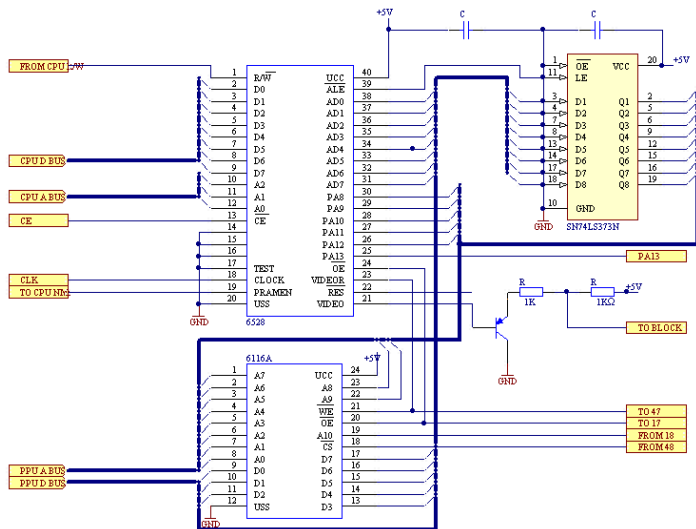

图 15-24 完成连线后的图像处理器子原理图
Step3 设置各元件属性，然后合理布局，最后进行连线操作。完成连线后的图像处理器子原理图如图 15-24 所示。单击“原理图标准”工具栏中的 （保存）按钮，保存原理图文件。